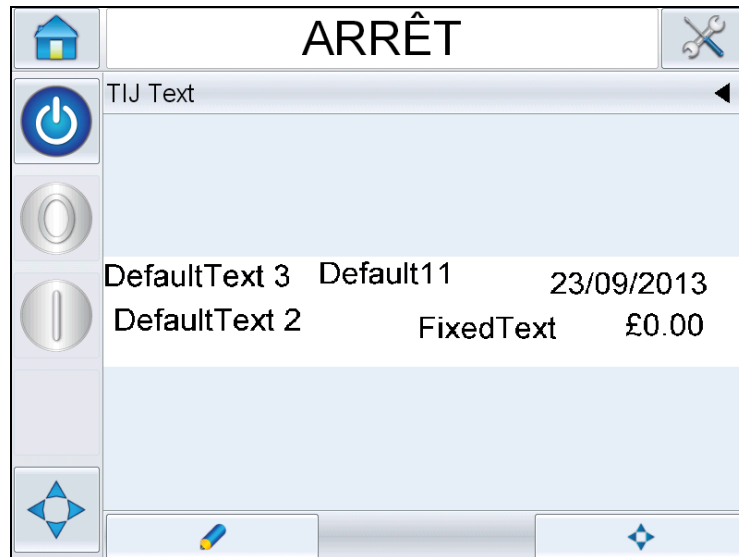

Figure 6-9: Aperçu d'un message
- 1 Sélectionnez la « barre des détails de la tâche en cours » pour afficher l'aperçu de la tâche (voir Figure 6-9).